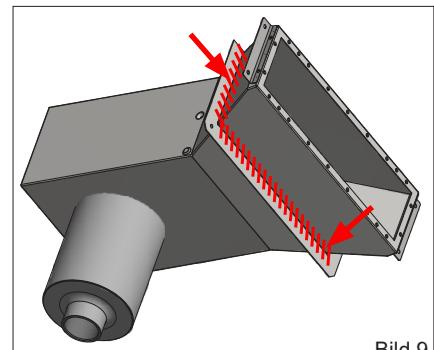

Bild 9.
2. Applicera tätningsmassa i skarven mellan ingjutningsflänsen och bräddavlopps-huset (se bild 9).